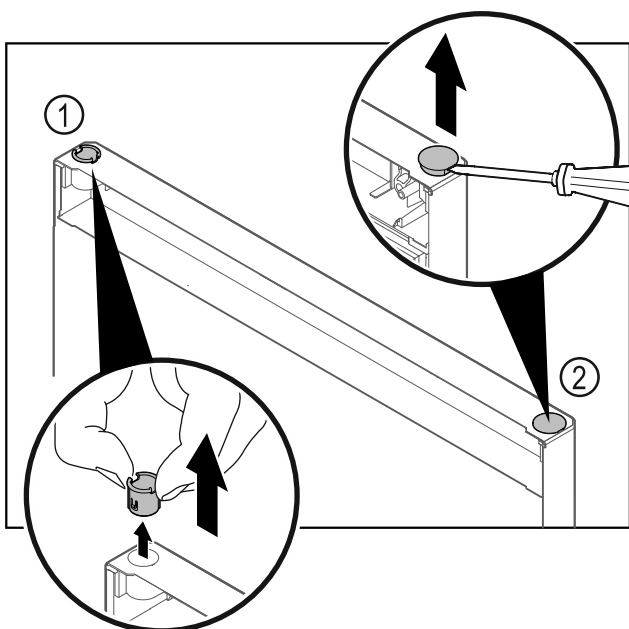

Fig. 18
- Pouzdro závěsu Fig. 18 (1) vytáhněte prsty.
- Krycí zátku Fig. 18 (2) opatrně nadzvedněte plochým šroubovákem a vytáhněte.